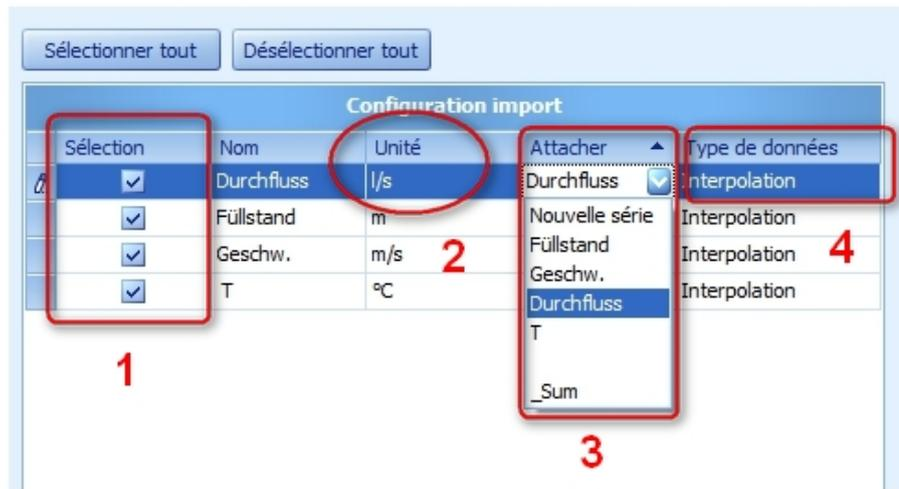

**Figure 22: Dialogue de configuration pour import données de mesure**
Le dialogue de l'assistant import est structuré comme à la Figure 22.
A cet effet, vous disposez pour chaque série de mesures dans la zone (3) à la Figure 22 d'une ligne individuelle d'enregistrement. Les différentes options d'une ligne sont représentées à la Figure 23.